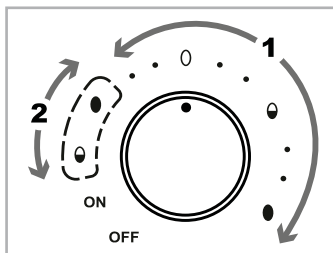

Fig. 1
- 1) Drej drejeknappen **7** til positionen, som svarer til, hvor hårdkogt, du ønsker ægget. Brug indstillingsområdet "1" (se fig. 1) med symbolerne og de tilhørende punkter foran:
Brug indstillingsområdet "1" med symbolerne og de tilhørende punkter foran, når du koger første gang. Brug indstillingsområdet "2" med de stiplede symboler (se fig. 1), når du koger anden gang.
- 2) Stil drejeknappen **7** på positionen, som svarer til den blødeste hårdhedsgrad for æggene (det er indstillingsområdet "1", se fig. 1). Kontrollampen **8** lyser, og kogningen starter.
- 5) Sæt låget **2** på igen, og stil drejeknappen **7** på positionen for de stiplede symboler (indstillingsområde "2", se fig. 1), som svarer til den ønskede hårdhedsgrad for æggene, som stadig er i produktet: